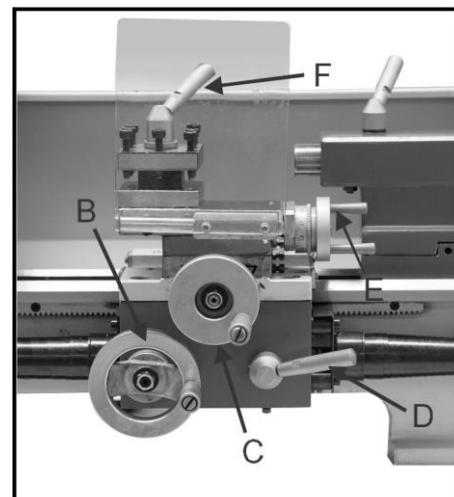

Рис. 11
4. Передняя траверса маховика (В, рис. 11)
5. Рычаг поперечной траверсы (С, рис. 11)
6. Рычаг (D, рис. 11)
7. Рычаг шкива перемещения упора (Е, рис. 11)
8. Рычаг зажима резца (F, рис. 11)